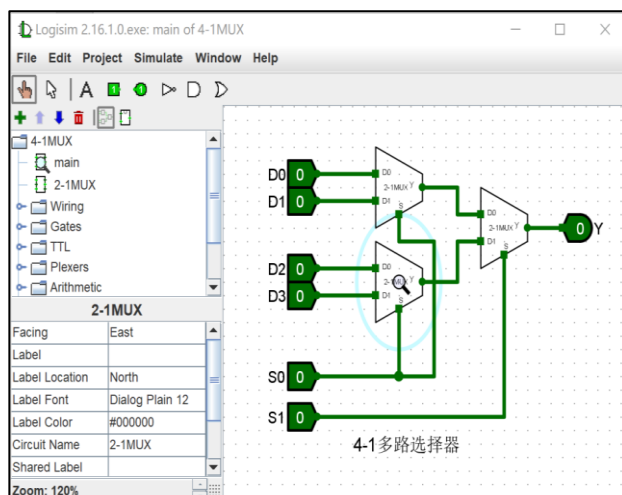
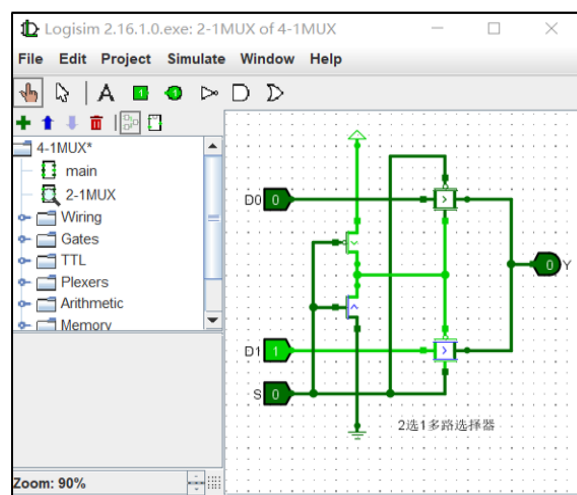

图 11.32 单击子电路后出现放大镜
图 11.33 进入子电路查看状态
① 在点戳仿真状态下，单击子电路，出现放大镜，如图 11.32 所示。再双击放大镜，进入如图 11.33 所示的子电路查看状态。
② 鼠标移到子电路上，单击右键，选择 View 子电路，进入如图 11.33 所示的子电路查看状态。
③ 在 Project 下，查看仿真树（View Simulation Tree），双击层次元素，进入如图 11.33 所示的子电路查看状态。